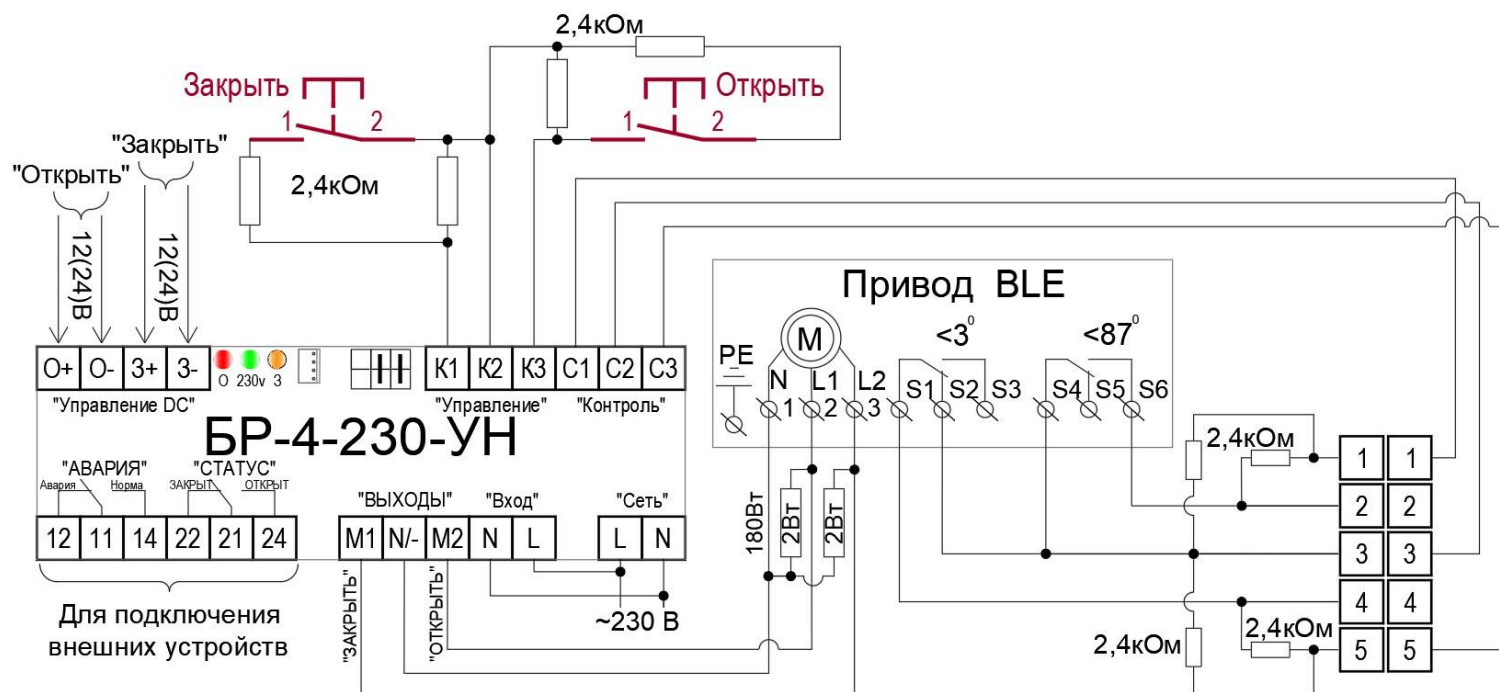

Рис. 2: Схема внешних подключений «БР-4-230-КР- Пд-УН-IP20» к **реверсивному** приводу клапана «Belimo».
Для стандартной работы Блока с **реверсивным** приводом, как показано на **рис. 2**, необходимо установить **джамперы «2, 3»** (10).